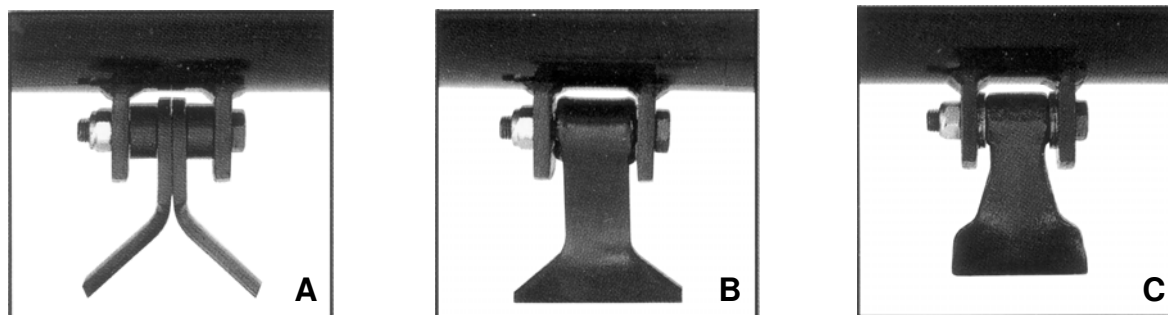

Bild 2-7 Slagor typ KL, FL, KLA, FLA och FZL
2.2 Slagor typ KL, FL, KLA, FLA och FZL (Bild 2-7)